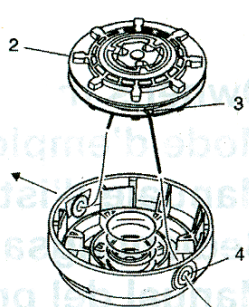

Fig. 2-2
2. Nehmen Sie die Spule (2) aus und werfen Sie nach der Beseitigung des Schneidkopfdeckels die übrig gebliebene Nylonschnur ab. (Fig.2-2)
7. Führen Sie die beiden Schnurenden durch die Ösen (4), und setzen Sie die Spule dann auf die Feder. (Fig. 2-2)